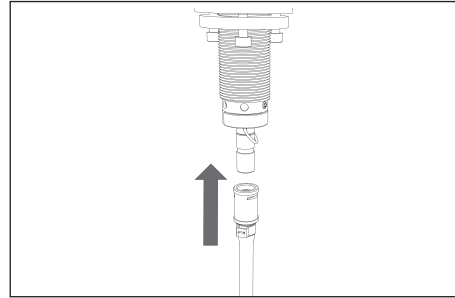

Fig. 8.2 Aanbrengen slang op kookkraan
6. Schuif de koppeling aan de rode slang die uit de boiler komt over de kookkraan aansluiting tot deze niet verder kan (zie fig. 8.2).